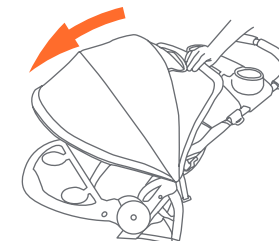

Fig. 8
- 8) • Para abrir la cubierta: empuje hacia delante el borde delantero (Fig. 8).